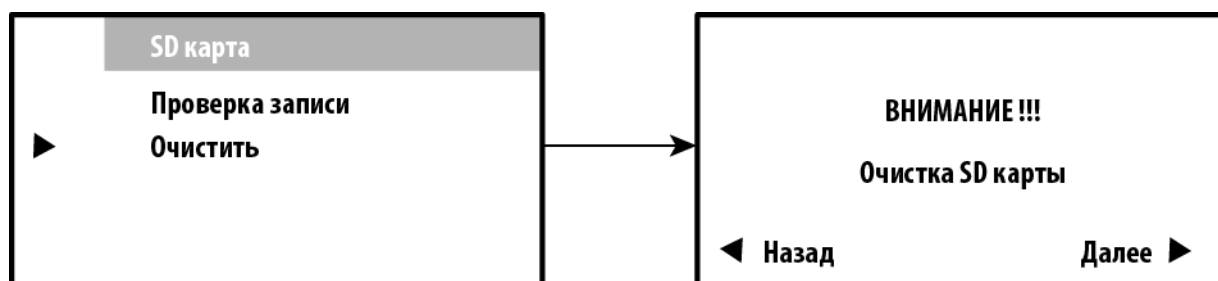

Рисунок 23
- *Очистить* – выполнение форматирования SD Карты (см. Рисунок 23).